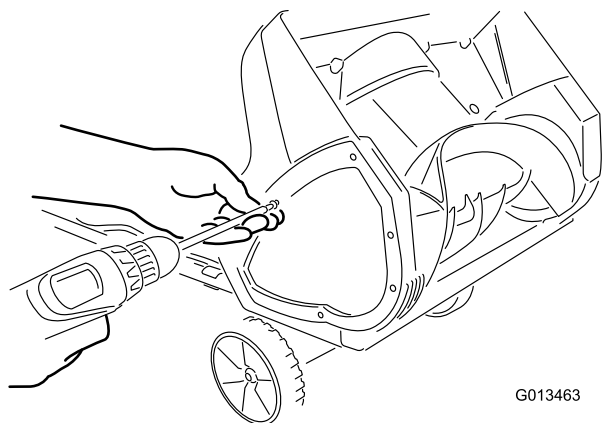

Figura 15
1. Togliete le viti che fissano la piastra laterale sinistra al telaio della macchina (Figura 15).